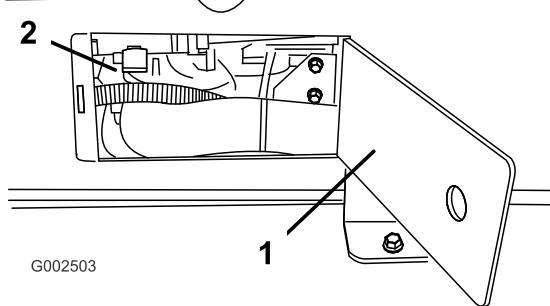

Figura 22
- Utilice los paneles de acceso en ambos lados del patín del depósito para verificar que no hay manguitos o cables aprisionados (Figura 22).